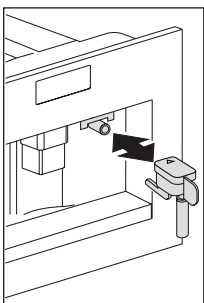
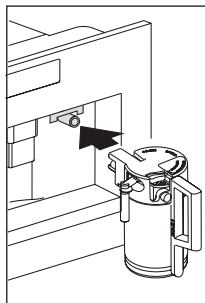

Abb.13
Abb. 32
- ▶ Entfernen Sie den Heißwasserauslauf (Abb. 13) und bringen Sie den Milchbehälter an der Düse an (Abb. 32).